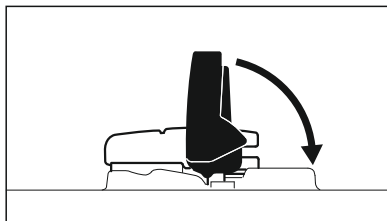

Рис. 47
- Закрывать хомутик (рис. 47).